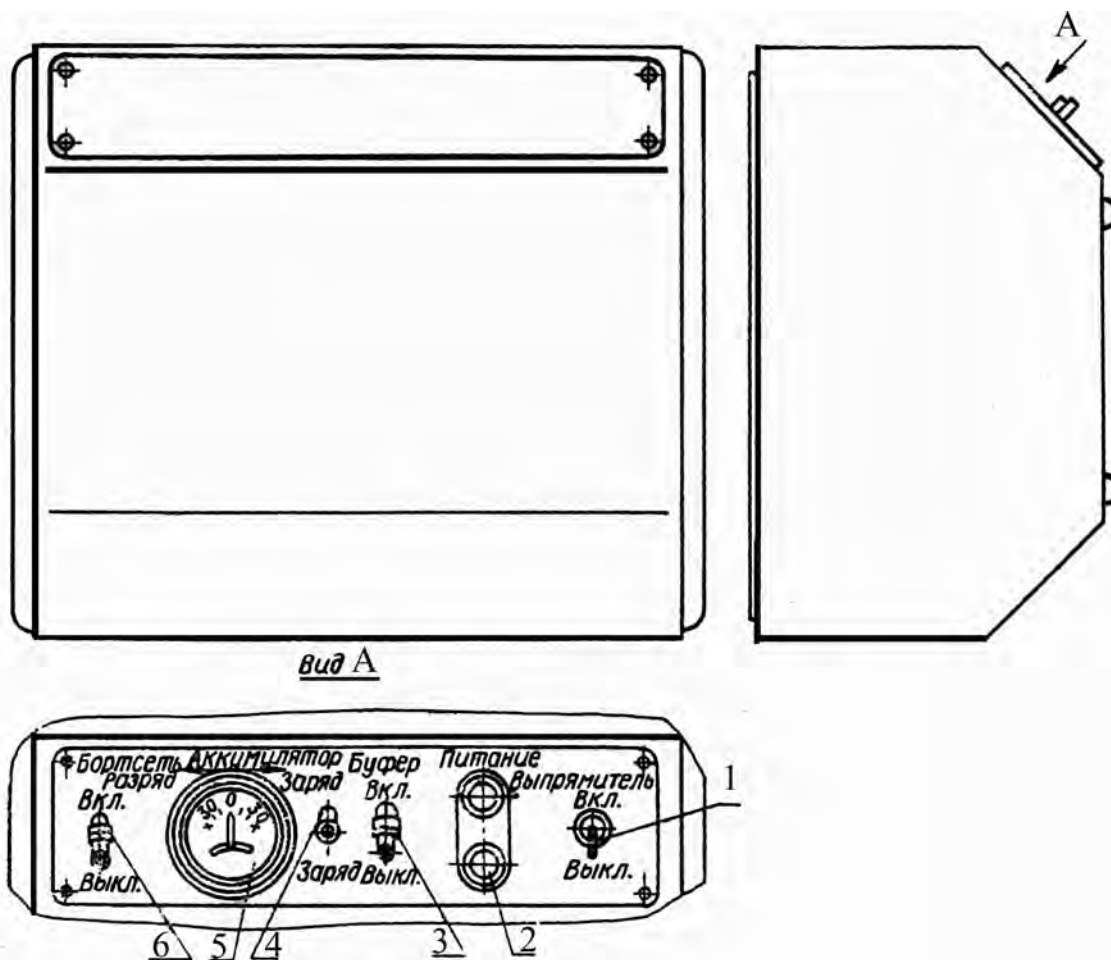

Рис. 11. Щит питания:
- подать питание на щит управления отопительно-вентиляционной установки, для чего включить щит питания (рис. 11), переведя сетевой выключатель 1, в положение «Включено»;
Щит питания (рис. 11) предназначен для питания низковольтных (12- и 24-вольтных) потребителей постоянного тока (отопителя ОВ-65Б, ФВУА), а также для подзарядки аккумуляторной батареи.